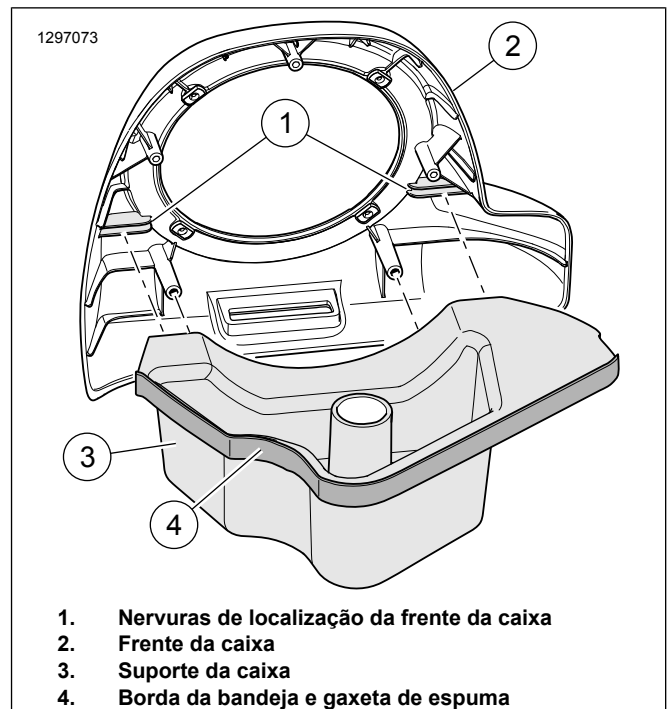

Figura 6. Conjunto da caixa
6. Veja Figura 6 . Monte a bandeja da caixa (4) na caixa dianteira (2). Remova o papel protetor de um lado da gaxeta de espuma de dupla face (5). Instale a vedação como mostrado. Recorte e guarde o excesso de gaxeta de espuma para uso posterior.